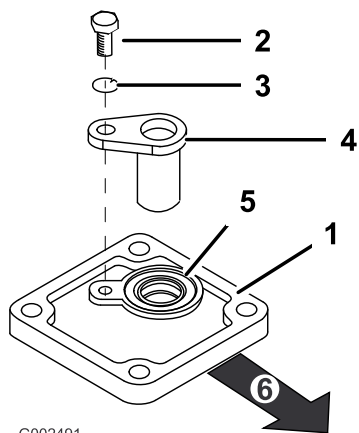

図 6
- 新しいカバー・アセンブリをトランスアクスルに取り付ける。取り付けには1 (図 6) で取り外した固定ネジ4本を使う。シールが上向きで車両の左側にあるのが正しい向きである。
- ネジM6 × 1.00 × 12 とスプリング・ワッシャM6 を使って図 6 のようにギア歯センサーを取り付ける。